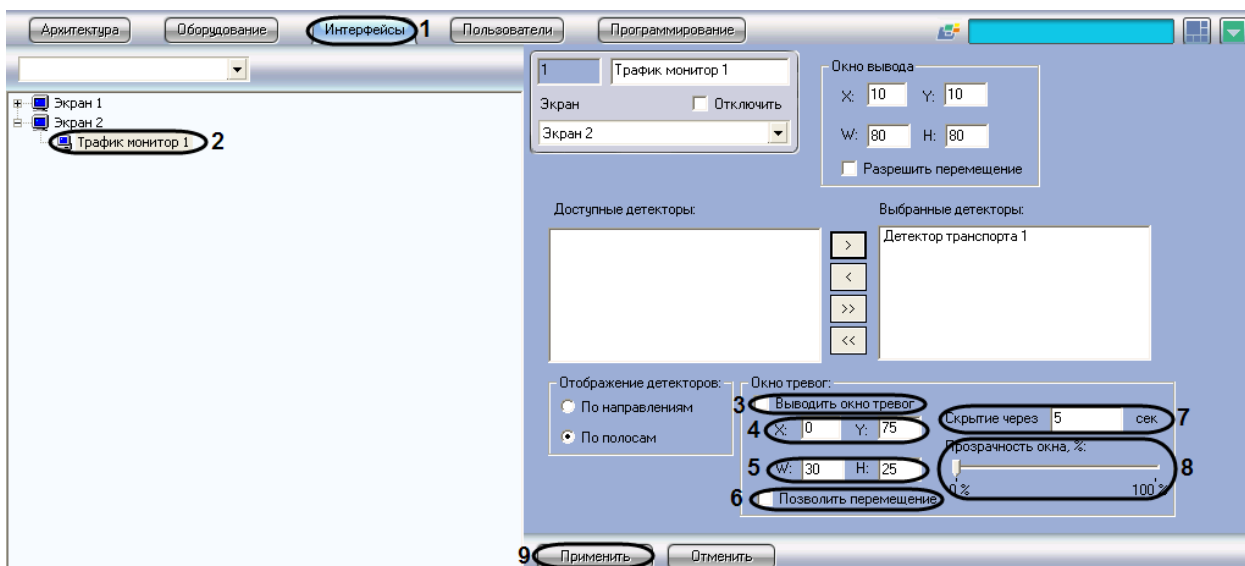

Рис. 7.7-4. Настройка размещения диалогового окна «Окно тревог»
1. Перейти на вкладку «Интерфейсы» диалогового окна «Настройка системы» (см. Рис. 7.7-4, 1).
2. Выбрать в дереве объект «Трафик монитор» (см. Рис. 7.7-4, 2).
3. По умолчанию диалоговое окно «Окно тревог» на экран не выводится. Для отображения диалогового окна «Окно тревог» необходимо активировать флажок «Выводить окно тревог» (см. Рис. 7.7-4, 3).
4. Для изменения положения на экране необходимо задать координаты его расположения в полях «X» и «Y» (см. Рис. 7.7-4, 4). Значения полей «X» и «Y» соответствуют координатам расположения левого верхнего угла диалогового окна на экране и выражаются в процентном соотношении относительно размеров экрана по горизонтали и вертикали соответственно.
5. Для изменения размера диалогового окна необходимо задать его ширину в поле «W» и высоту в поле «H» (см. Рис. 7.7-4, 5). Значение полей «W» и «H» выражаются в процентном соотношении относительно размеров экрана по горизонтали и вертикали соответственно.
6. По умолчанию диалоговое окно «Окно тревог» нельзя свободно перемещать по экрану. В том случае, если требуется разрешить перемещение диалогового окна, необходимо активировать флажок «Позволить перемещение» (см. Рис. 7.7-4, 6).
7. В поле «Скрытие через» необходимо указать время, через которое тревожное окно будет закрыто, в секундах (см. Рис. 7.7-4, 7).
8. Путем изменения положения ползунка «Прозрачность окна, %» можно задать степень прозрачности диалогового окна «Окно тревог». По умолчанию ползунок расположен на шкале в точке максимальной видимости (непрозрачности) диалогового окна «Окно тревог». При передвижении ползунка вправо увеличивается степень прозрачности в процентах (см. Рис. 7.7-4, 8).
9. Нажать кнопку «Применить» (см. Рис. 7.7-4, 9).